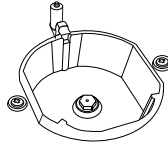
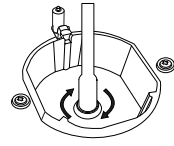

Figure 4
Figure 5
2. Veuillez retirer le gicleur (figure 4) du brûleur à l'aide d'un tournevis spécial et installez un nouveau gicleur. (figure 5)